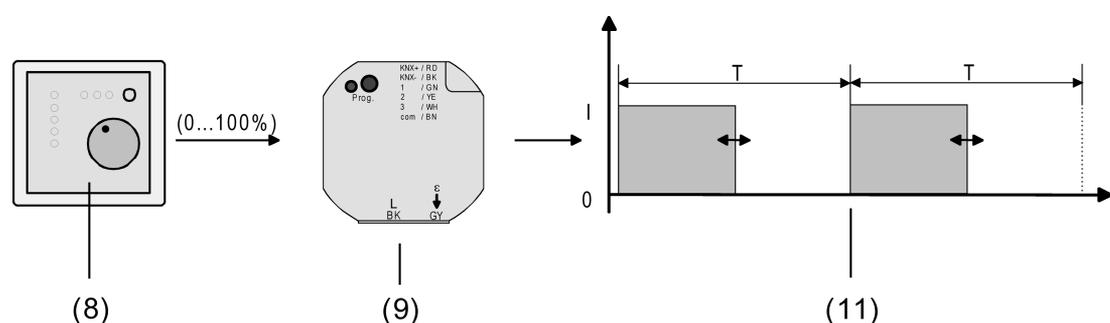

Figure 18: Principe de paramètre pour paramètre constant
- (8) Thermostat d'ambiance (ThA) (paramètre « 1 bit »)
- (9) Actionneur de chauffage
- (10) Signal de sortie commutant pour entraînements de valve
En mode normal, le télégramme de valeur reçu via l'objet 1 bit « Paramètre » est converti par l'appareil en un signal de commutation à modulation de largeur d'impulsion équivalent au niveau des sorties de valve (figure 18). La valeur moyenne de cycle (T) réglable dans l'appareil sert de mesure pour la position de valve moyenne de la valve réglable et constitue ainsi une référence pour la température ambiante réglée (voir « Modulation de largeur d'impulsion pour les paramètres constants et les positions de valve de consigne constantes »).